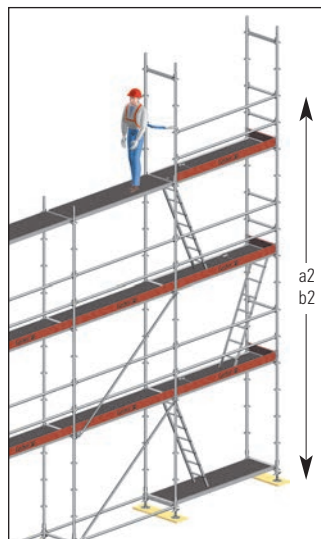

Fig. 30: Conexión a nivel de la barandilla
- a2) Conexión a nivel de la barandilla por lo menos 6,75 m. (Fig. 30)
- b2) Conexión a nivel de la barandilla por lo menos 6,25 m. (Fig. 30)